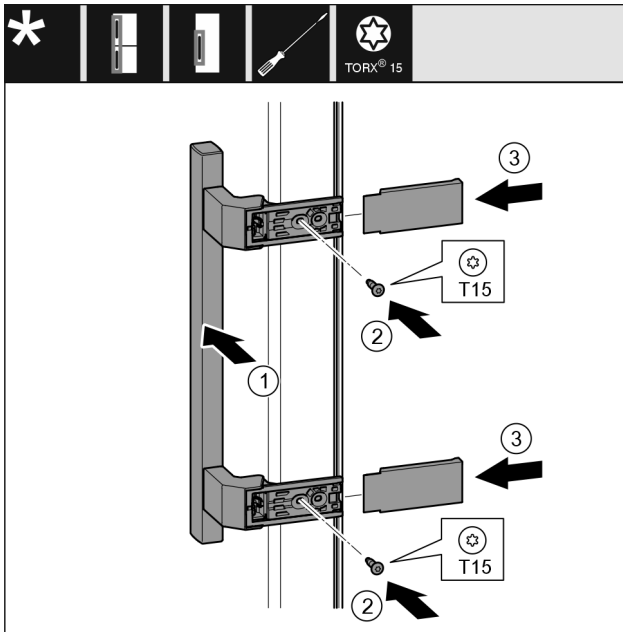

Fig. 53
- Установите ручку Fig. 53 (1) на противоположной стороне.
- Затяните винты Fig. 53 (2) отверткой.
- Установите крышки Fig. 53 (3) сбоку и надвиньте их.